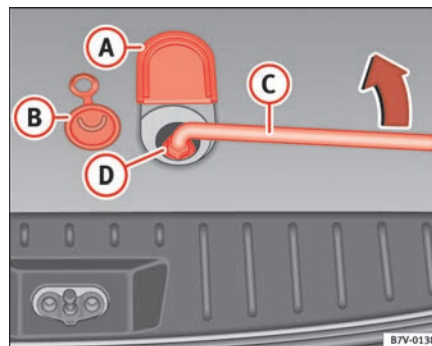

Abb. 152 Reserverad herausnehmen
1. Klappen Sie die kleine Abdeckung (A) ⇒ Abb. 152 im Gepäckraumboden nahe der Heckklappenverriegelung nach vorne.
2. Ziehen Sie die Gummiabdeckung (B) an der Öse nach oben heraus.
3. Nehmen Sie den Radschlüssel (C) aus dem Bordwerkzeug.
4. Schieben den Radschlüssel bis zum Anschlag auf die Schraube und halten ihn in dieser Position. Dabei drücken Sie den Sicherungsring (D) nach unten ⇒ **!**.
5. Drehen Sie den Radschlüssel (C) solange linksherum, bis Sie das an einem Seil hängende Reserverad hinter dem Fahrzeug hinstellen können.
4. Nehmen Sie den Radschlüssel \Rightarrow Seite 242, Abb. 152 (C) und drehen Sie die Schraube im Gepäckraumboden solange rechts herum, bis das ausgewechselte Rad fest an der Unterseite des Gepäckraumbodens anliegt \Rightarrow ! in „Reserverad herausnehmen“ auf Seite 242.
5. Verschließen Sie die Öffnung mit der Gummiabdichtung \Rightarrow Seite 242, Abb. 152 (B) und klappen Sie die Abdeckung (A) zurück.